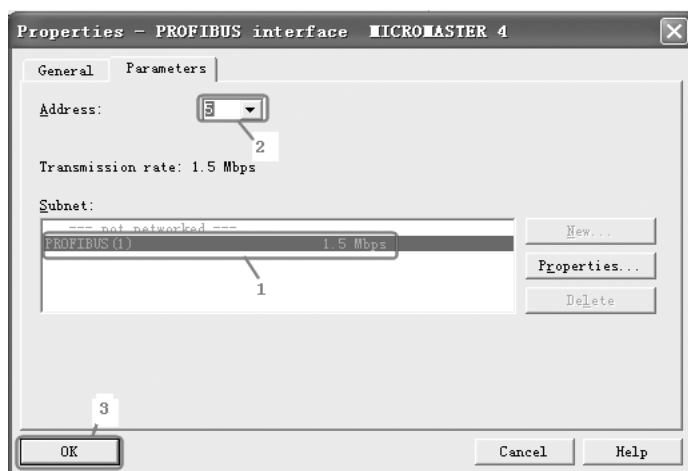

图 11-29 MM440 的站地址
3) 设置 MM440 的站地址。如图 11-29 所示，先选中“PROFIBUS(1)”网络，再将“地址”设置为 5，最后单击“OK”（确认）按钮。